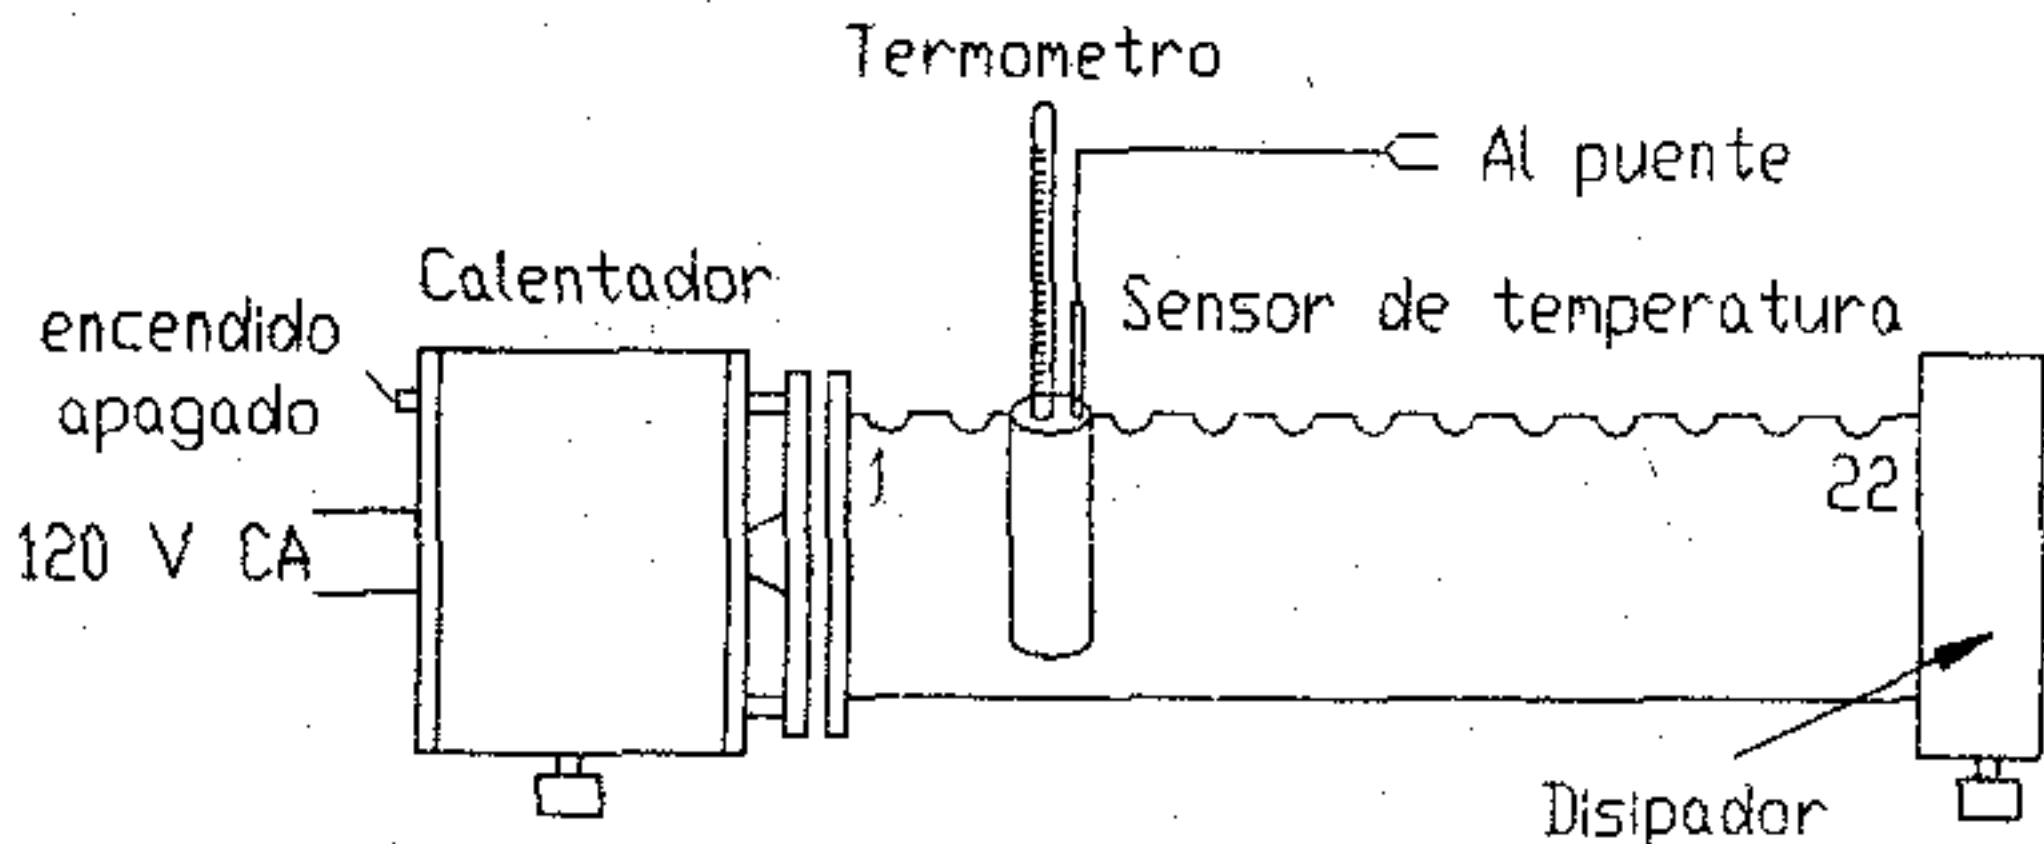

Figura 8
- En la figura 8 se muestra la barra de calentamiento, la cual dispone en uno de sus extremos de un calentador y en el otro de un disipador, resultando de este arreglo un gradiente de temperatura a lo largo de dicha barra.